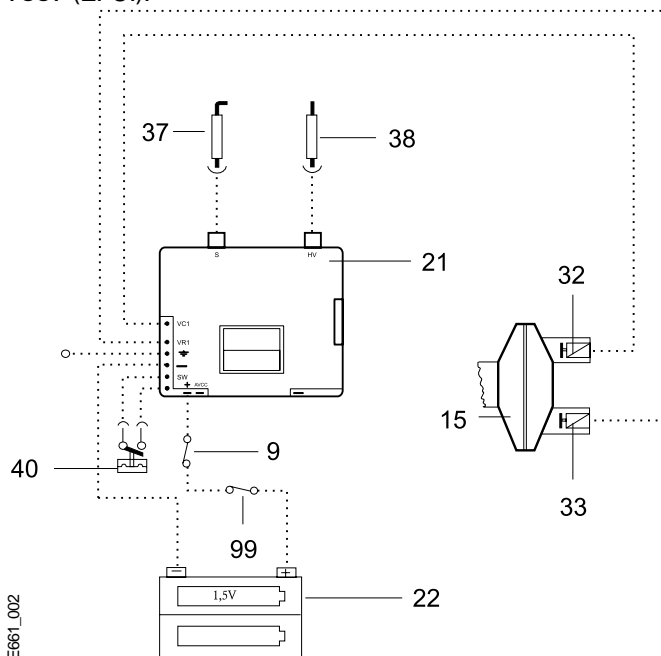

Fig. 16 - Schéma des circuits électriques
#### 5. Contacteur de l'électrovanne de la flamme de veille - remplacement (voir Fig. 16).
#### 6. Module de commande électronique - remplacement (voir Fig. 16).
4. Il faut peut-être remplacer le module de commande électrique (Fig. 16). Contacter un technicien qualifié, ou téléphoner au 1-800-663-8405 (Canada), ou 1-800-824-7337 (É.-U.).